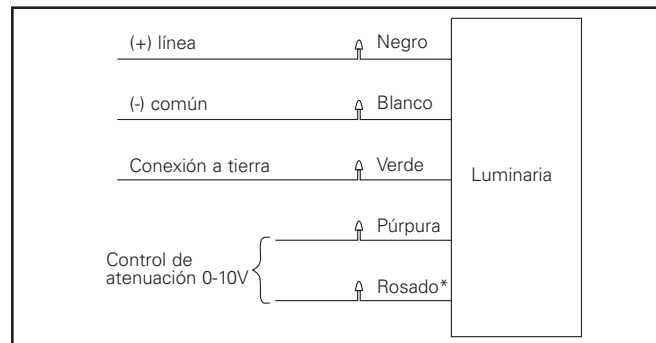

Figura 3.
4. Haga las conexiones de cableado según el diagrama de cableado. (Figura 3.)
- Realice las conexiones de cableado entre la luminaria y el deslizador usando las tuercas de alambre con clasificación para exteriores suministradas. Remítase a los diagramas de cableado para ver la conexión de la alimentación. (Figura 3.)
- Afloje (3) tornillos de fijación para que el deslizador se deslice fácilmente en el poste. Haga las conexiones de cableado entre el deslizador y el poste. Remítase a los diagramas de cableado para ver la conexión de la alimentación. (Figura 3.)
2. Haga las conexiones de cableado entre la luminaria y el muñón según el diagrama de cableado. Use las tuercas de cable con clasificación para exteriores proporcionadas. (Figura 3.)
2. Haga conexiones de cableado entre la luminaria y el soporte del nudillo según el diagrama de cableado. Utilice tuercas de alambre con clasificación al aire libre proporcionadas. (Figura 3.)
5. Use tuercas de alambre u otros conectores aprobados para cablear la luminaria según el diagrama de cableado. (Figura 3.)
6. Haga las conexiones de cableado dentro del compartimiento del brazo polar. Remítase a los diagramas de cableado para ver la conexión de la alimentación. (Figura 3.)